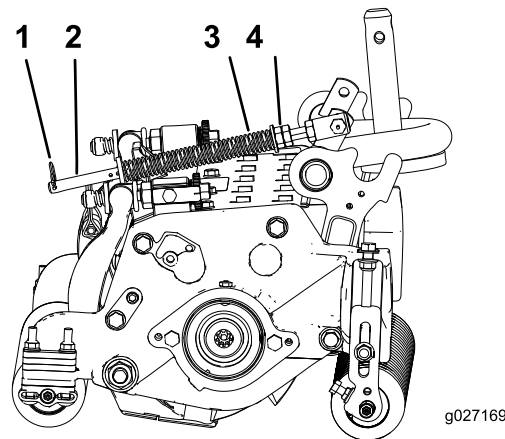

Figura 19
1. Assicuratevi che la coppiglia sia montata nel foro posteriore nell'asta della molla (Figura 19).
2. Serrate i dadi a testa esagonale sull'estremità anteriore dell'asta della molla fino a quando la lunghezza compressa della molla è pari a 15,9 cm (Figura 19).